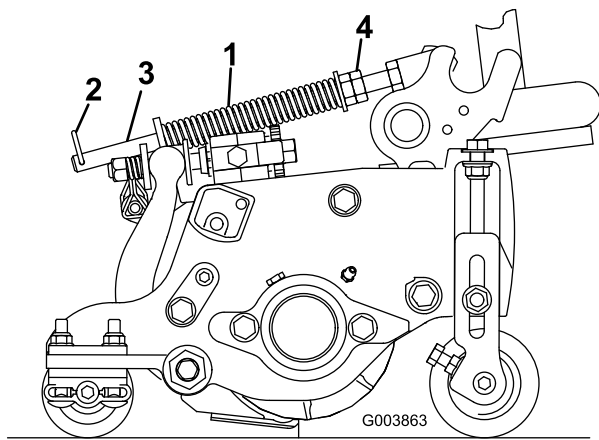

Figura 14
El muelle de compensación del césped (Figura 14) transfiere peso desde el rodillo delantero al trasero. Esto ayuda a reducir el patrón de ondulación en el césped.
1. Asegúrese de que el pasador de horquilla está instalado en el taladro del extremo de la varilla (Figura 14).
2. Apriete las tuerca hexagonales de la sección delantera de la varilla del muelle hasta que la longitud del muelle comprimido sea de 12,7 cm en el Reelmaster 5410, y de 15,9 cm en el Reelmaster 5510; consulte Figura 14.